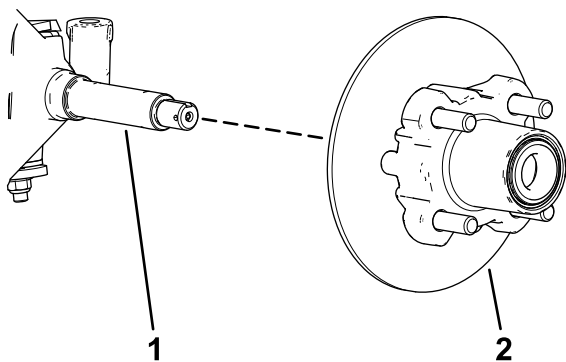

Bild 40
6. Nehmen Sie die Spindelmutter von der Spindel ab und trennen die Radnabe und den Drehzylinder von der Spindel ab (Bild 39 und Bild 40).